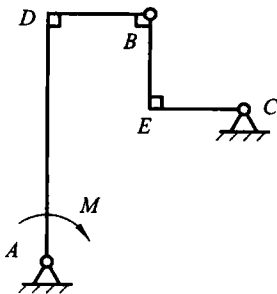

图 2.14
10. 如图 2.14 所示, 构件 AB 与 BC 在 B 点铰接, A 、 C 为固定铰链, 各构件的自重不计, 已知 $AD=250$ mm, $DB=100$ mm, $BE=100$ mm, $EC=100$ mm。当在构件 AB 上作用一力偶矩 $M=750$ N·m 时, 求支承 A 点和 C 点的约束反力。